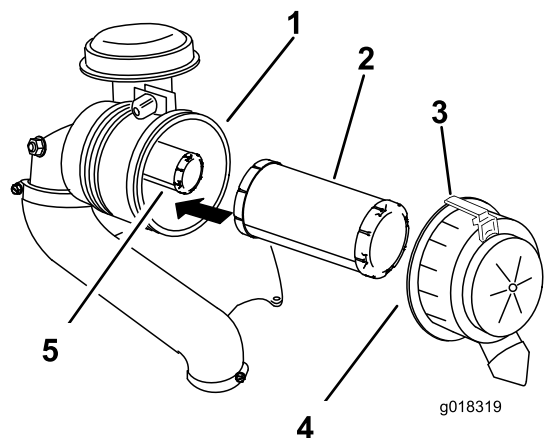

Рисунок 44
2. Откройте защелку и поверните крышку воздухоочистителя против часовой стрелки (Рисунок 44).
3. Снимите крышку с корпуса воздухоочистителя (Рисунок 44).
- Осторожно извлеките фильтр грубой очистки из корпуса воздухоочистителя (Рисунок 44).
- Осторожно вставьте контрольный фильтр в корпус фильтра (Рисунок 44).
- Осторожно вставьте фильтр грубой очистки поверх контрольного фильтра (Рисунок 44).
- Установите крышку воздухоочистителя таким образом, чтобы сторона с надписью UP (ВЕРХ), была обращена вверх, после чего закройте защелку (Рисунок 44).